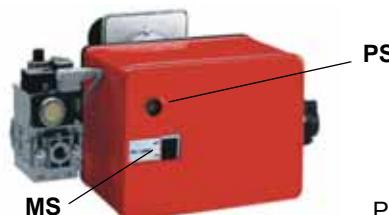

Рис. 22
- 11) включить горелку; если горелка будет блокироваться, нажать на кнопку разблокировки (**PS** - Рис. 22), расположенную в верхней части горелки и повторить операцию.